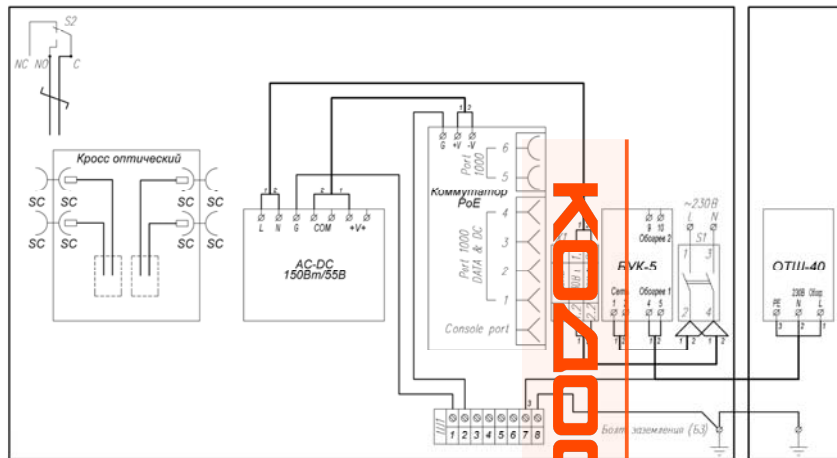

Рис.2 Схема электрическая принципиальная
1. Заземлить изделие при помощи болта заземления (БЗ) (рис.2).
6. Подключить кабель питания к входу автомата питания S1 (сечение подключаемых проводов до 25 мм²), при этом фазный провод (L) соединить с контактом 1, нулевой провод (N) с контактом 3.